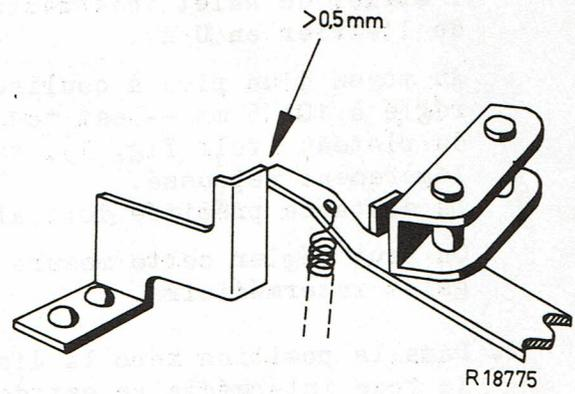

Fig.7
10. Dans la position de reproduction la roue intermédiaire doit être située 0,5 mm. minimum librement de l'équerre d'arrêt sur la plaque de montage (voir la fig. 7). A ajuster éventuellement en recourbant l'équerre d'arrêt.